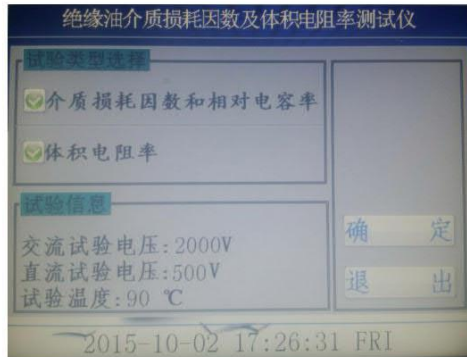
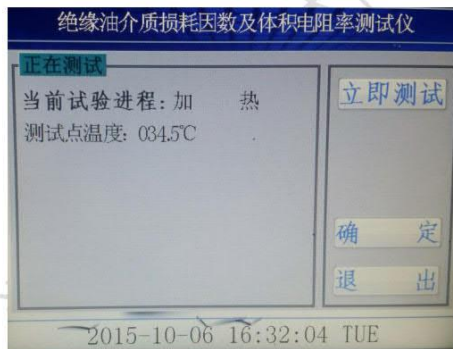

图 6
图 7
5、在图 3 界面下,点击空杯测试进入图 6,空杯测试主要是对油杯注油前的干净程度和装配进行验证,可以选择介质损耗因数和相对电容率及体积电阻率,点击测试项目前面的光标即可选择测试还是不测试。空杯介损值越小越好,在图 6 中选择完测试项目后点击确定后即可进入图 7,图 7 中设备可以在设定的 90℃ 进行测量,也可以点击立即测试,在当时温度下测量。
6、空杯检测完毕没有问题后,将油杯的内电极取出置于油杯架上,取 40ml 待测油样置于油杯中(注意:注入油样时一定要注意不能出现气泡,应沿着杯壁缓缓注入),油样注入后,再将油杯的内电极慢慢的放到位。(动作要慢一些,防止动作太快,排气不及时,使油样溢出),接好测量信号线和温度信号线,点击图 3 中的自动测试,进入图 6 界面和图 7 界面,一般